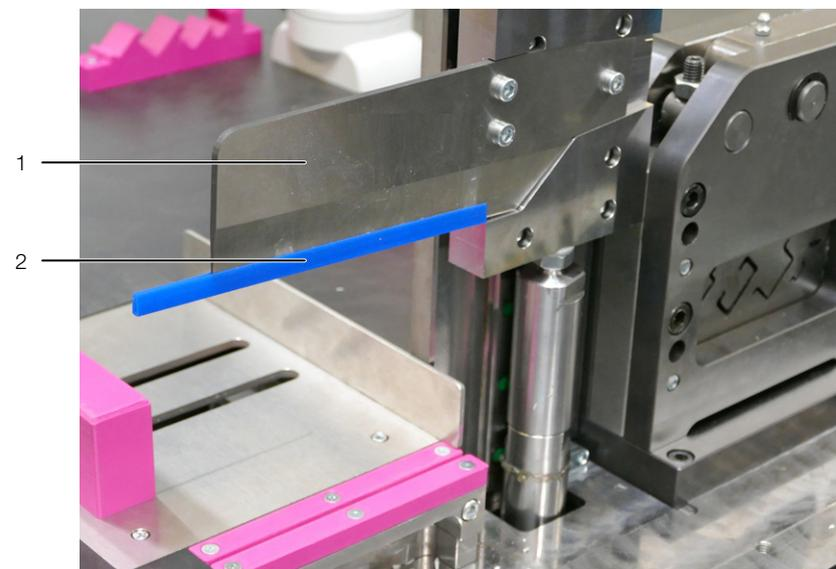

Imagen 36: Protector de cuchilla
- Coloque el protector de cuchilla sobre la herramienta de corte de canales (cf. imagen 36).